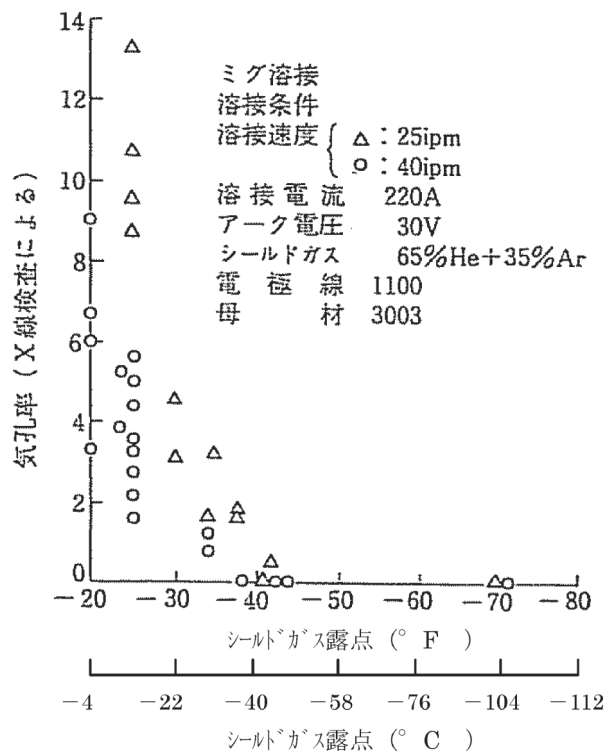

Fig. 4 気孔率に及ぼすシールドガス露点の影響
③の設備機器の配管系に洩れがある場合は、シールドガスへの空気の巻き込みが起こりガス露点を上げる原因となります。シールドガスの露点はFig. 4にあるように-40℃以上になると急激にポロシティが増加することになるので注意が必要です²⁾。ガス露点に関しては、定期点検や作業前点検により管理を行う事を勧めます。